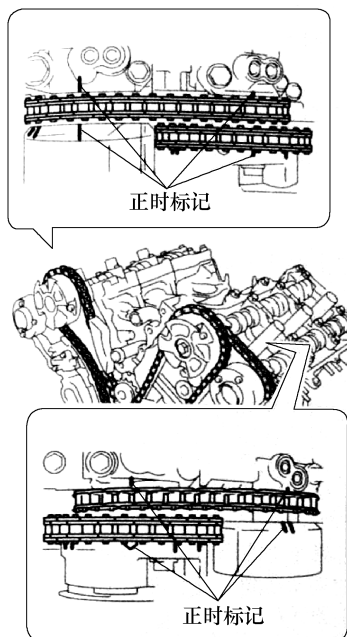

图 1-128 正时标记对准
- ③ 检查并确认凸轮轴正时齿轮的正时标记如图 1-128 所示对准轴承盖的正时标记。
- ④ 如果没有对准, 则转动曲轴 1 圈(360°), 如图 1-128 所示对准正时标记。